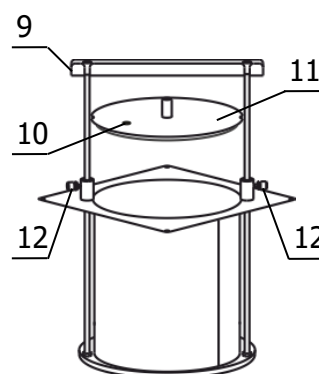

Рисунок 3 — Внешний вид корзины
Стакан для термостатирования образцов устанавливается в корзину и закрепляется в ней поворотом на 90°. Стакан закрывается крышкой 11 (рисунок 3), оборудованной технологическим отверстием 10 для выхода пара. Если в этом нет необходимости, отверстие 10 можно заглушить винтом из комплекта поставки. Глубина погружения стакана в ванну термостата регулируется при помощи ручки 9. Выбранное положение стакана фиксируется винтами 12.
2.2.6 Поднять дно корзины в крайнее верхнее положение с помощью ручки 9 (рисунок 3) и зафиксировать его винтами 12. Установить стакан в корзину в соответствии с 1.4.5.